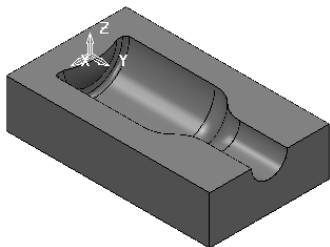

图 5-108 导入模型文件
2) 选择下拉菜单中的“文件”→“输入模型”命令，弹出“输入模型”对话框，选择“pingzi.dgk”(“随书光盘：\第5章\5.3\uncompleted\pingzi.dgk”)文件，单击“打开”按钮即可，如图 5-108 所示。